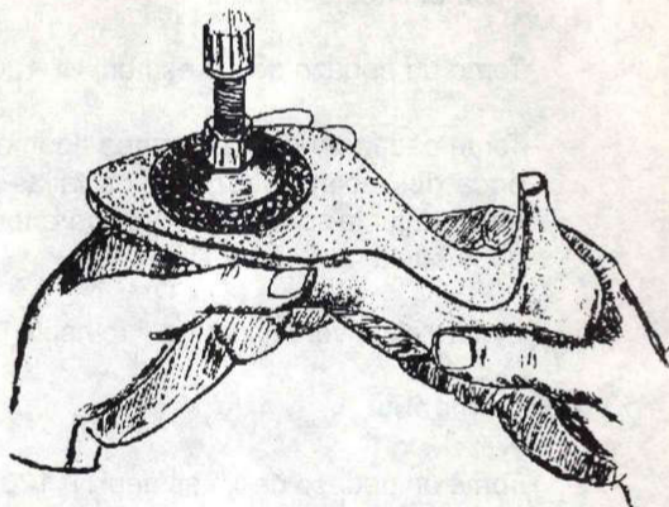

Fig. 4
- Arrime la planta a la poma y comience a apomasarla, haciendo una presión suave hasta alisarla toda, lije primero el borde y después el centro de la planta (Fig. 4)